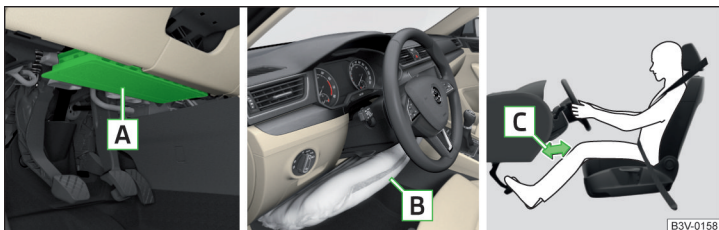

Fig. 9 Locul de amplasare a airbagului/airbag umplut cu gaz/distanța sigură a picioarelor față de planșa de bord
Airbagul pentru genunchi al șoferului **A** este montat în partea inferioară a planșei de bord, sub coloana de direcție » fig. 9.
- Reglați longitudinal scaunul șoferului în așa fel, încât distanța de la picioare **C** la planșa de bord să fie de minim 10 cm în zona airbagului pentru genunchi » fig. 9. Dacă, din rațiuni de mărime corporală, nu este posibil să se îndeplinească această condiție, adresați-vă unei unități service specializate.